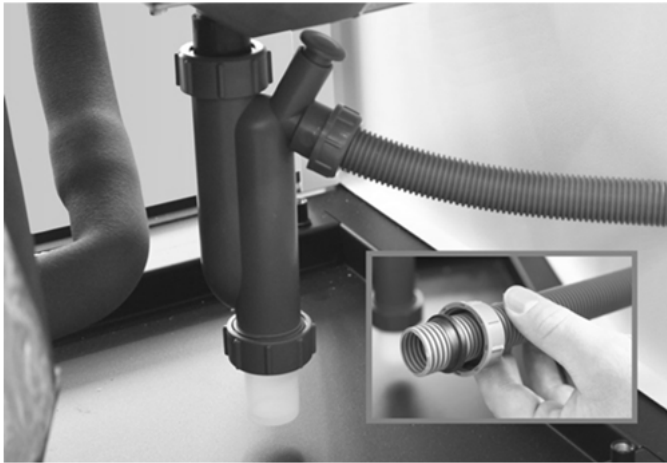

Abb. 10: Montage des Kondensatschlauchs
①	Öffnung für Kondensatschlauch bei Verwendung einer externen Neutralisationsbox
②	Öffnung für Kondensatschlauch bei Verwendung des integrierten Siphons
- ➔ Schieben Sie die Überwurfmutter und die Dichtung gem. Abb. 10 auf den Kondensatschlauch.